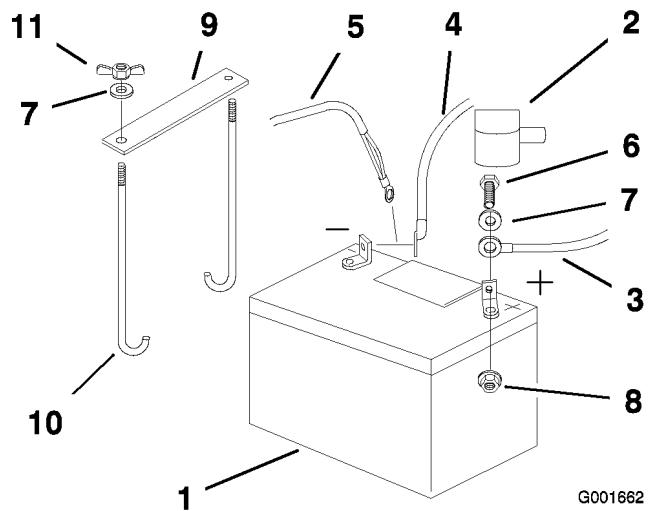

Figure 44
4. Commencez par débrancher le câble négatif et le câble de masse de la borne négative (-) de la batterie (Figure 44).
5. Ôtez le capuchon rouge de la borne positive (rouge) de la batterie. Débranchez ensuite le câble positif (rouge) de la batterie (Figure 44).
6. Retirez les deux écrous à oreilles (1/4 inch) de fixation de la barrette de maintien de la batterie (Figure 44).
1. Placez la batterie dans son support en tournant les bornes vers le moteur (Figure 44).
4. Fixez les câbles avec 2 boulons (1/4 x 3/4 po), 2 rondelles (1/4 inch) et 2 contre-écrous (1/4 inch) (Figure 44).
6. Fixez la batterie en position avec des boulons en J, une barrette de maintien et 2 rondelles (1/4 inch), ainsi que 2 écrous à oreilles ((1/4 inch)) (Figure 44).